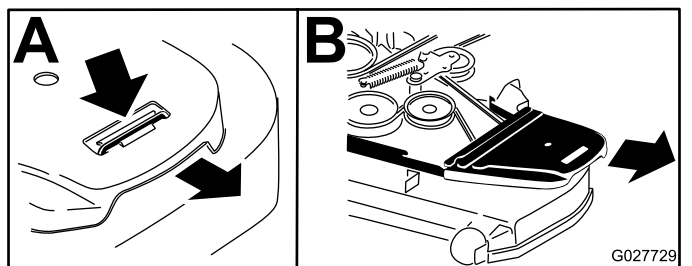

Figure 74
4. Déposez les protège-courroies (Figure 74).